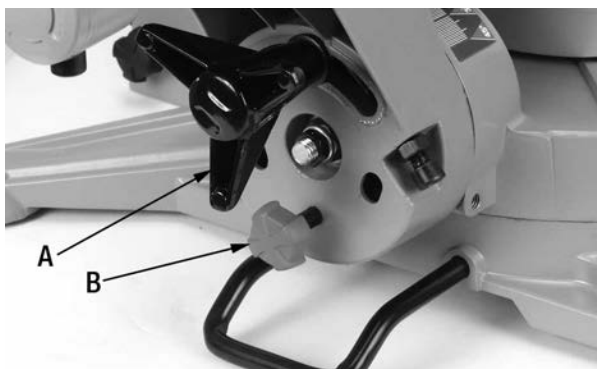

FIGURE 10
Desserrez le bouton de verrouillage de coupe en biseau (A, fig.10) et tirez sur le bouton de réglage de butée (B) comme illustré. La tête de la scie peut alors être inclinée à l'angle désiré. Si vous désirez un angle de coupe en biseau prédéterminé de 0°, appuyez sur le bouton de réglage et faites pivoter la tête de la scie jusqu'à ce qu'elle s'arrête à 0°. Une fois l'angle désiré obtenu, il est très important que vous resserriez le bouton de verrouillage de la coupe en biseau (A).